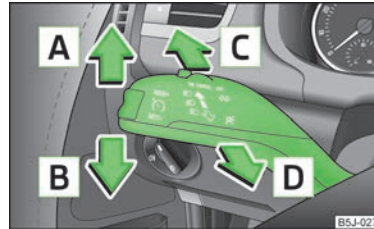

Abb. 24
- Den Blinkerhebel » Abb. 24 nach oben bzw. nach unten drücken - das Standlicht auf der rechten bzw. linken Fahrzeugseite wird eingeschaltet.
- Den Hebel nach oben **A** bzw. nach unten **B** drücken » Abb. 24.